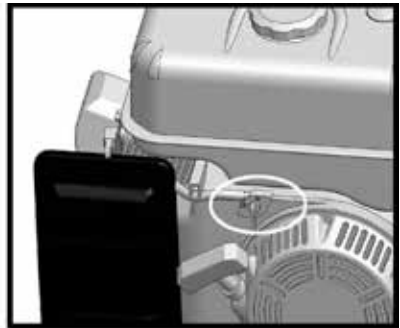

Fig. 2 - Bränslekran
7. Öppna bränslekranen (fig. 2).